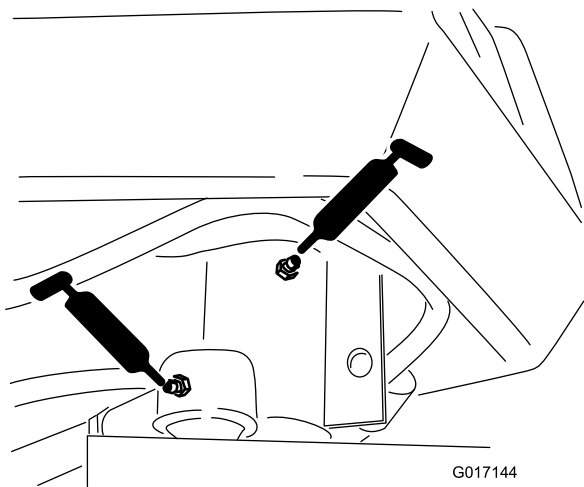

Figura 36
- Eixo da direcção (1) (Figura 36)
- Extremidade da haste do cilindro da direcção (Figura 36)